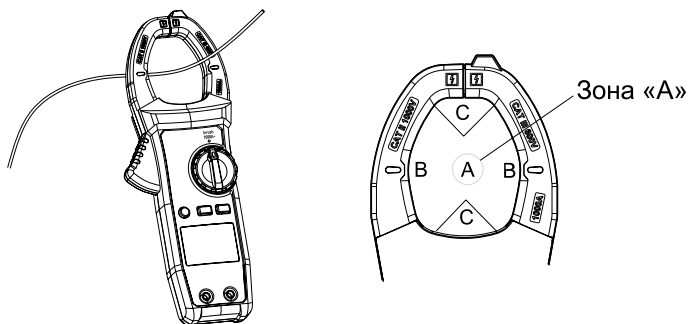

Рис. 3 Измерение переменного тока
- 1) Установите переключатель в режим измерения переменного тока и нажмите кнопку, раскрывающую клещи. Обхватите клещами проводник, который нужно измерить, затем медленно полностью закройте клещи. Убедитесь, что измеряемый проводник находится между жабками по центру (см. рис. 3). Проводите измерения только на одном проводнике, измерение на двух и более проводниках приведет к некорректным результатам.
- Убедитесь, что измеряемый проводник находится в центре пространства между зажимами (как на Рис. 3 – зона А), в противном случае возможна дополнительная ошибка в показаниях до $\pm 2,0\%$ (зоны В и С).